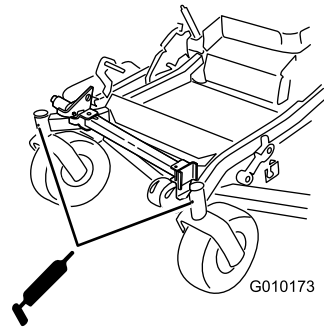

Figura 44
9. Retire el adaptador de engrase del punto de engrase. Instale el tapón hexagonal y la tapa (Figura 44).